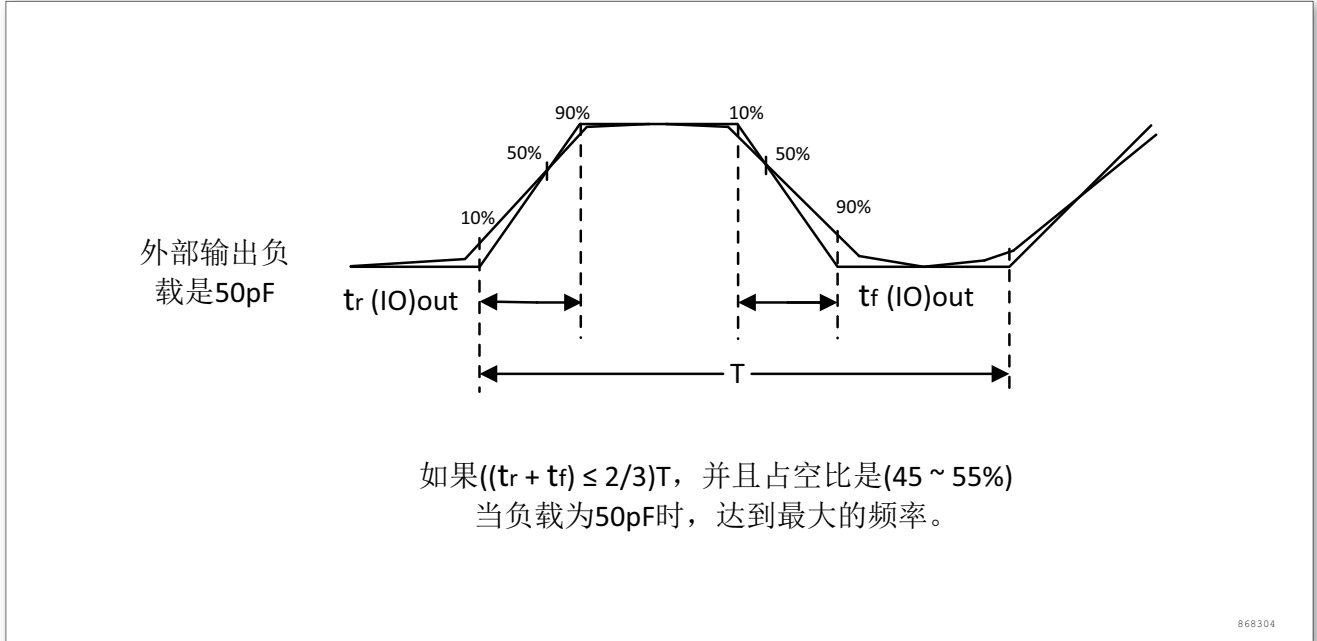

图 15. 输入输出交流特性定义
输入输出交流特性的定义和数值分别在图 15和表 27给出。
2. 最大频率在图 15中定义。